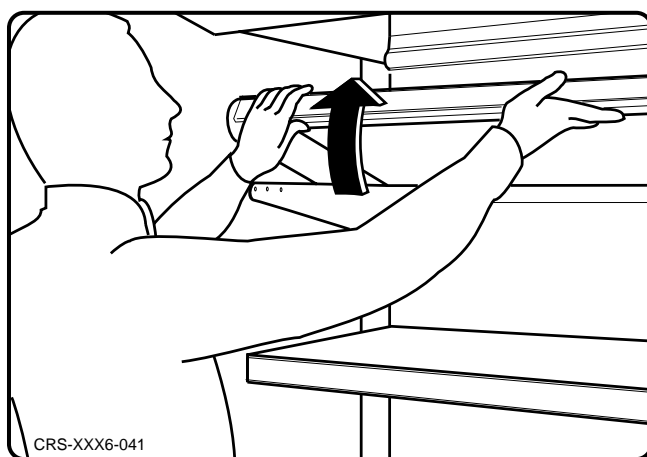

Fig. 9
- Levantar delante las planchas unos 15-20 cm y mantenerlas levantadas por una 2ª persona (véase la fig. 9).
- Levantar a parte da frente das superfícies de exposição da vitrine cerca de 15-20 cm e mantê-las assim com ajuda de outra pessoa (ver fig. 9).
- Legborden aan de voorzijde ca. 15-20 cm optillen en door een tweede persoon laten vasthouden (zie afb. 9).